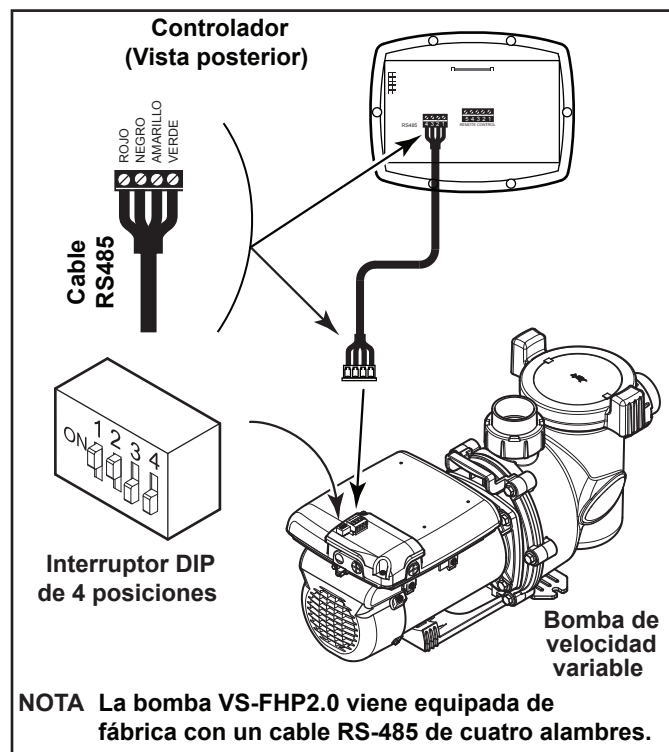

Figura 9. Cableado del controlador de velocidad variable (JEP-R) a la bomba VS-FHP2.0
4. Inserte los cuatro (4) cables del cable RS-485 al conector RS-485. Haga coincidir los colores de los cables con las posiciones del conector de la siguiente manera: 1- rojo, 2- negro, 3- amarillo y 4- verde. Véase Figura 9.
6. Para la VS-FHP2.0, deslice los interruptores DIP 1 y 2 hacia arriba, quedando en la posición "ON" (encendido) y los interruptores 3 y 4 hacia abajo, quedando en la posición "OFF" (apagado). Véase Figura 9.